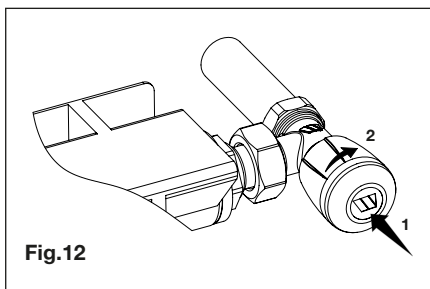

Fig.12
- Enrosque la rueda de ajuste hasta el tope (cierre de la válvula), haciendo presión sobre ella (Fig. 12);